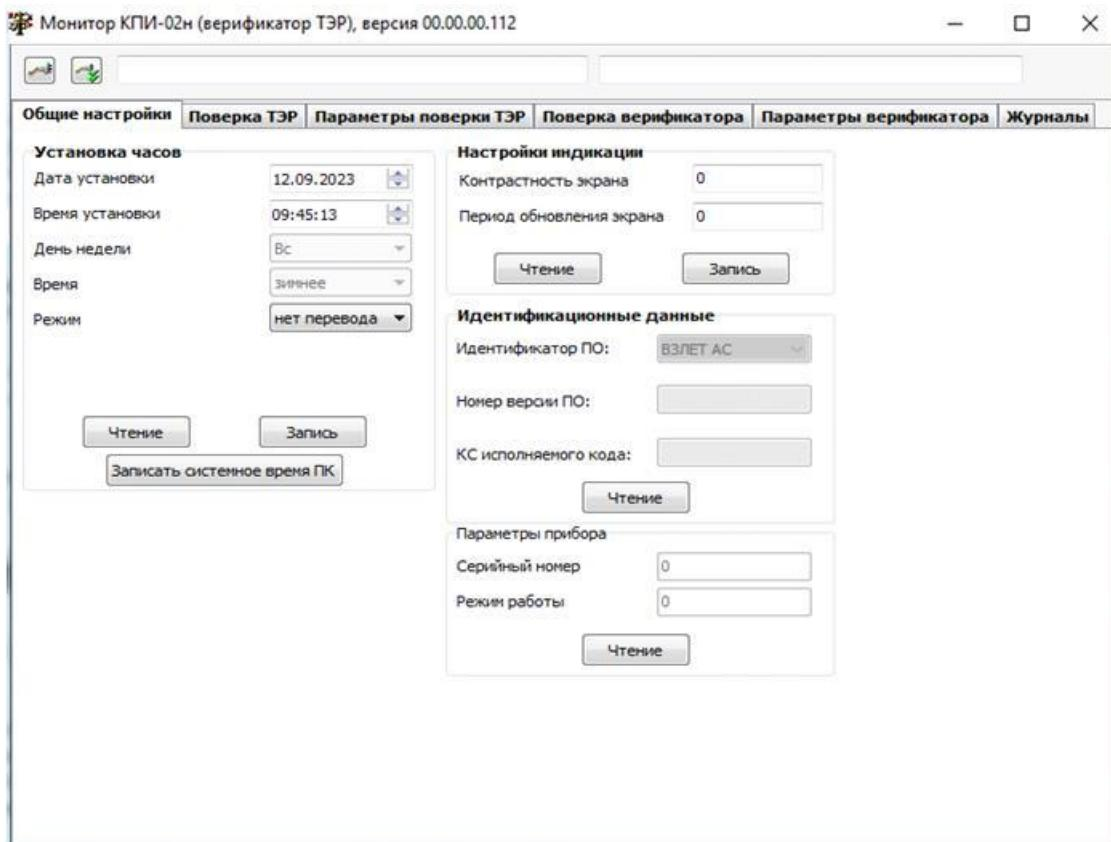

Рис.3. Вкладка «Общие настройки» программы «Монитор КПИ-02».
3.4.2. Перед началом работы следует соединить кабелем разъем USB HOST КПИ и USB-порт компьютера. На компьютере запустить файл **VzliotMasterViewer**. На экране монитора появится вкладка **Общие настройки** (рис.3).
3.4.3. Для установления связи с расходомером необходимо нажать кнопку (Открыть канал связи) в левом верхнем углу окна программы (рис.3). При удачном завершении операции в строке, расположенной правее кнопки , должно появиться обозначение КПИ и идентификационный номер программного обеспечения: **VZLJOT 90.00.02.00**, а также время открытия канала связи и сообщение